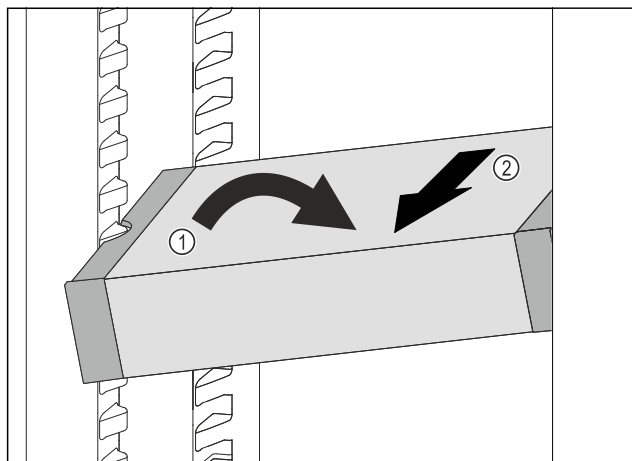

Fig. 136
- VarioSafe postavte v chladniče šikmo. Fig. 136 (1)
- VarioSafe odeberte směrem dopředu. Fig. 136 (2)